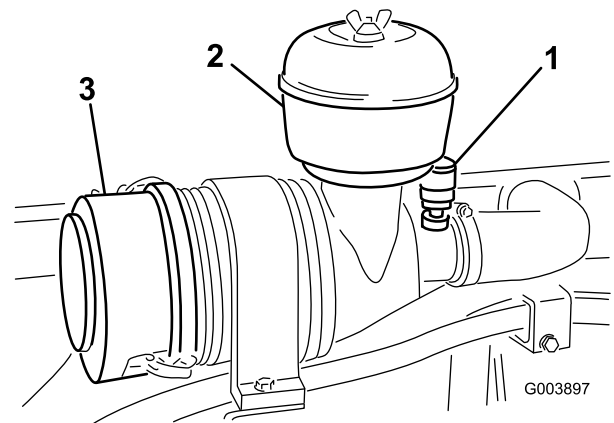

Figura 50
1. Retire el tornillo de orejeta y separe la tapa del portafiltros del prelimpiador (Figura 50).
alojamiento del limpiador de aire se ve rojo (Figura 50).
1. Abra los cierres y retire la cubierta de la carcasa del limpiador de aire (Figura 50).
9. Reinicie el indicador (Figura 50) si se ve rojo.